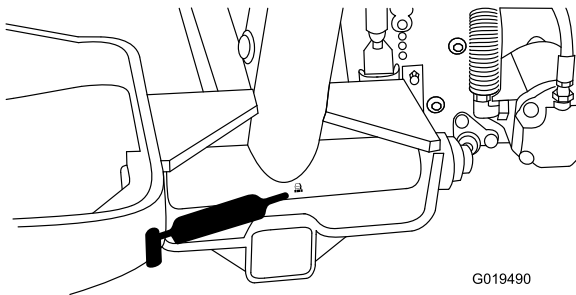

Figura 49
- Pivote del brazo de elevación (3) (Figura 49).